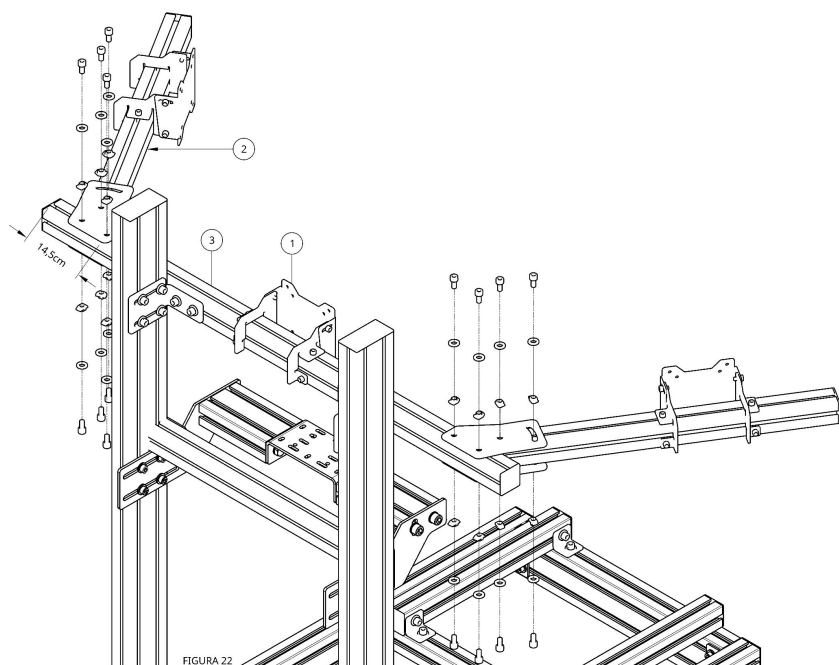

FIGURA 22
Use a medida mostrada na Figura 22 como referência para montagem.
Posicione, de maneira centralizada, o perfil de alumínio (1) sobre a travessa que segura o monitor central (2), conforme mostra a Figura 22.